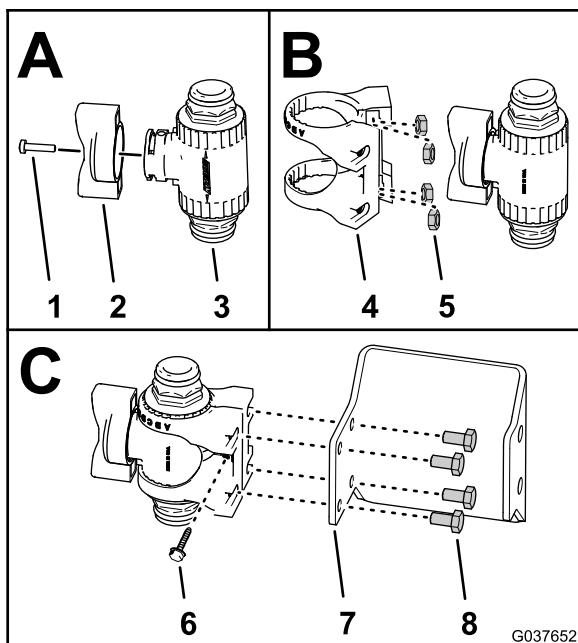

图52
1. 用螺丝6-32 x 5/8 英寸将手柄组装到搅拌节流阀上 图52。
- 如果未安装请将4个不锈钢螺母插入用于搅拌节流阀的尼龙节流阀安装架中的槽图52。
- 如图52所示将搅拌节流阀装入节流阀安装架。
- 如图52所示用螺丝6-32 x 5/8 英寸将节流阀安装架固定到搅拌节流阀上。
- 用4个螺栓6 x 12mm将节流阀和安装座组装到搅拌阀支架上 图52。